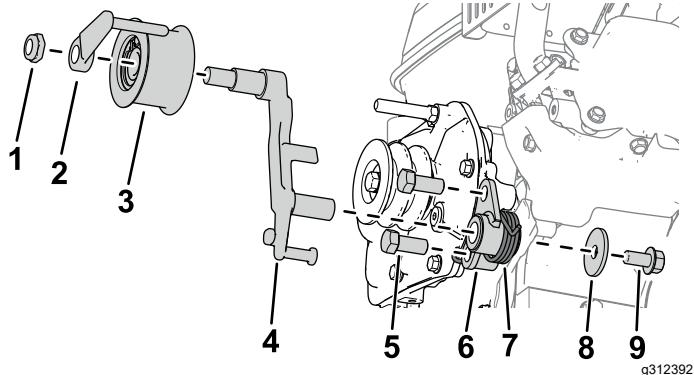

Рисунок 3
- Установите кронштейн сцепления на редуктор с помощью 2 болтов (7/16 x 1 дюйм), как показано на Рисунок 3
- Установите рычаг сцепления на кронштейн сцепления (Рисунок 3).
- Установите моментную пружину на кронштейн сцепления с помощью шайбы (3/8 x 1 1/8 дюйма) и болта (3/8 x 3/4 дюйма), как показано на Рисунок 3.
- Установите натяжной шкив в сборе на рычаг сцепления вместе с направляющей ремня и шестигранной гайкой (Рисунок 3).